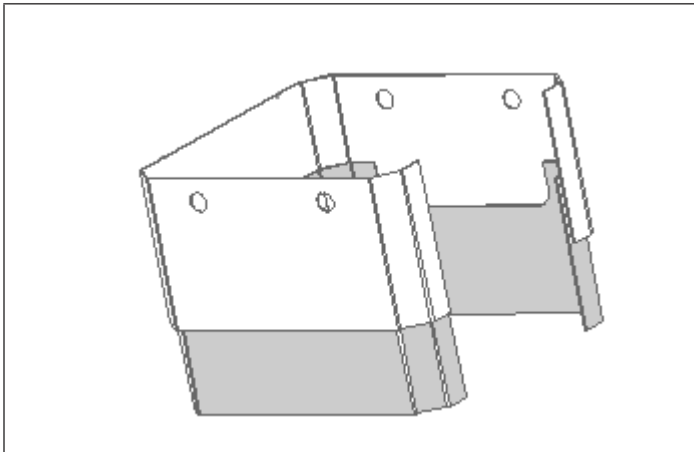

FIGURE 21: Recouvrements Des Pattes
2. Placez la plus petite « manche », avec les échancrures vers le haut, à l'intérieur de la manche plus large, avec les ouvertures des deux manches orientées vers l'arrière (Figure 21).
1. Enlevez les recouvrements des pattes. Pour ce faire, faites glisser la manche extérieure des recouvrements de pattes vers le bas, en enlevant les encoches extrudées de la base en aluminium (voir Figure 21).